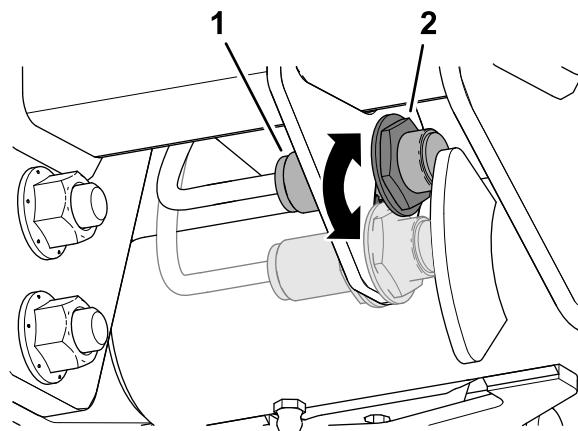

Figure 53
3. Desserrez l'écrou de blocage qui fixe le contacteur du bras de levage sur la plaque de support (Figure 53).